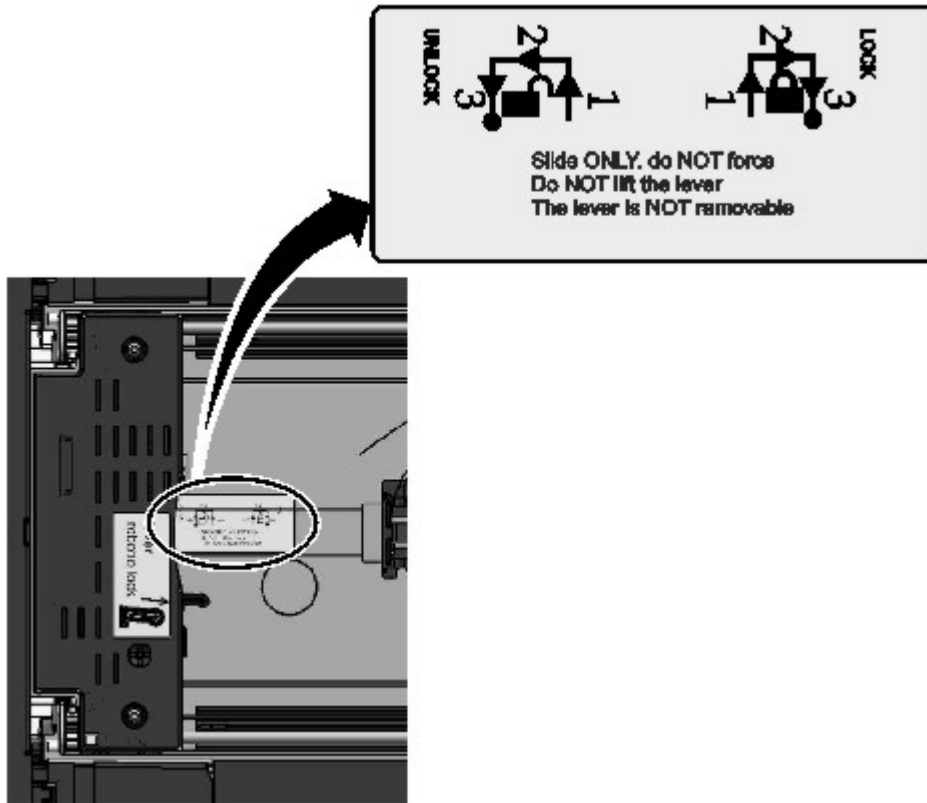

图 72. 解锁机器人装置
10. 解锁拉杆并将存取器置于一旁。请参阅第 118 页的图 72。